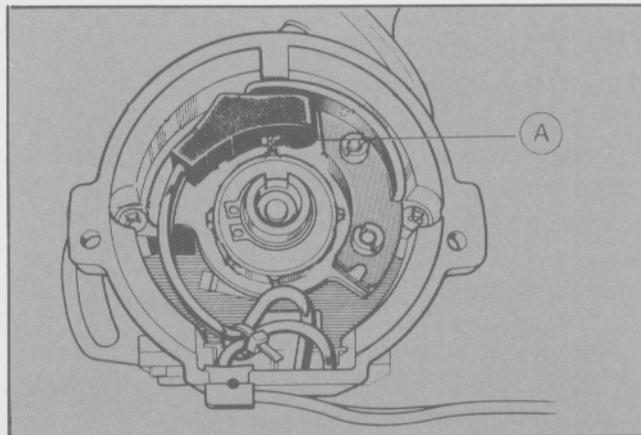

Fig. 37 - Alineación del inducido (reluctor) con la bobina captora.
- Instalar el distribuidor en el bloque de tal manera que uno de los segmentos del inducido (reluctor) esté perfectamente alineado con la bobina captora (estator) y que el rotor coincida con el borne de la tapa del distribuidor en el que está conectado el cable de la bujía N° 1 (Fig. 37).